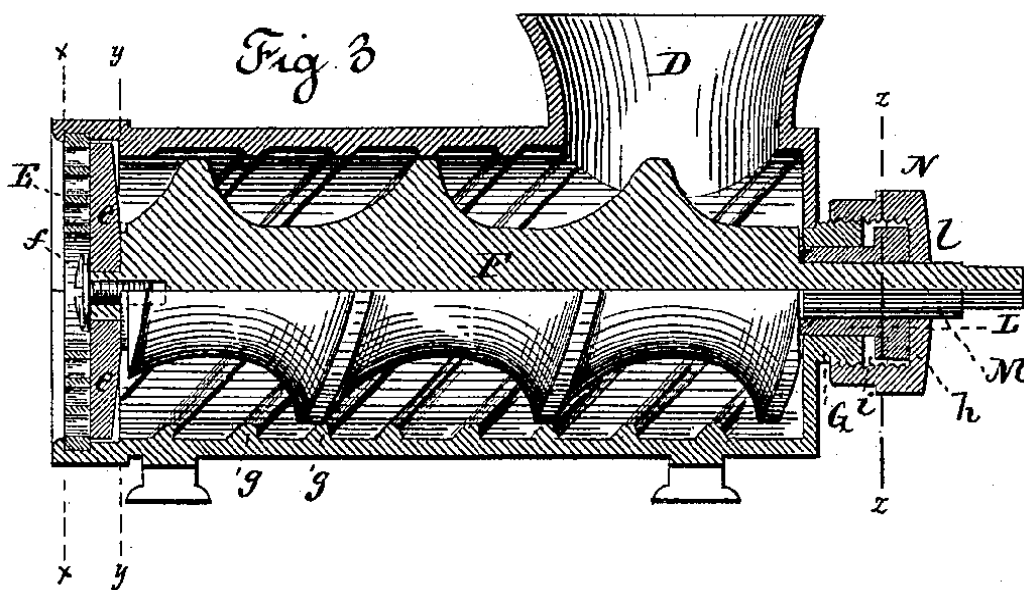

Рис. 4. Шнек с постоянным шагом витков (патент US 337,631, Mar. 09, 1886)
1. Шнек мясорубки. Патенты США доступны в интернете за все годы с начала их регистрации. Я нашел два очень старых – на ручную мясорубку (см. рис. 4 и 5), выданных спустя всего месяц друг после друга.